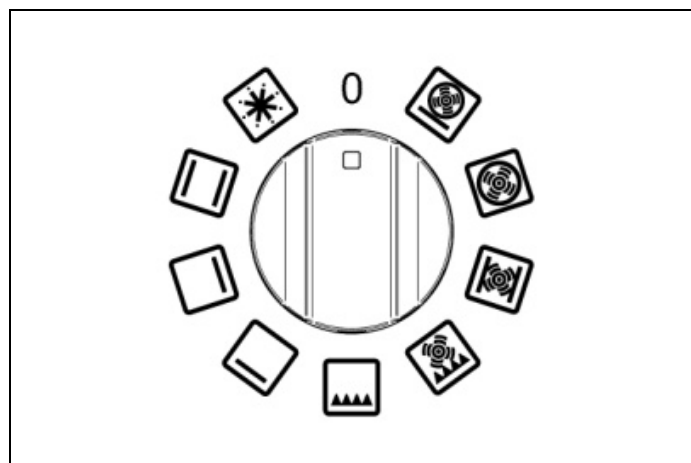
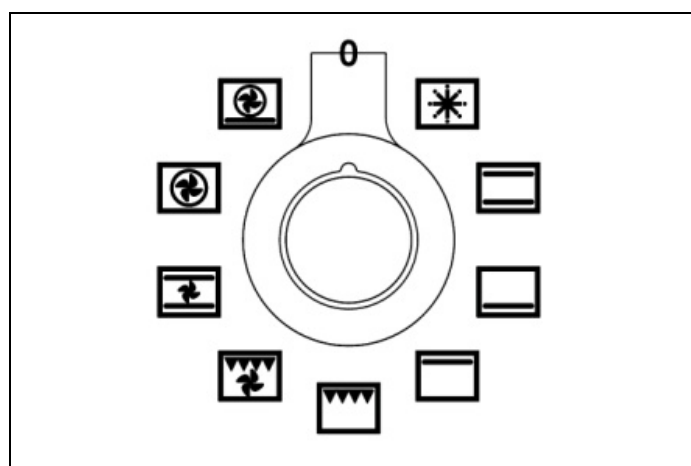
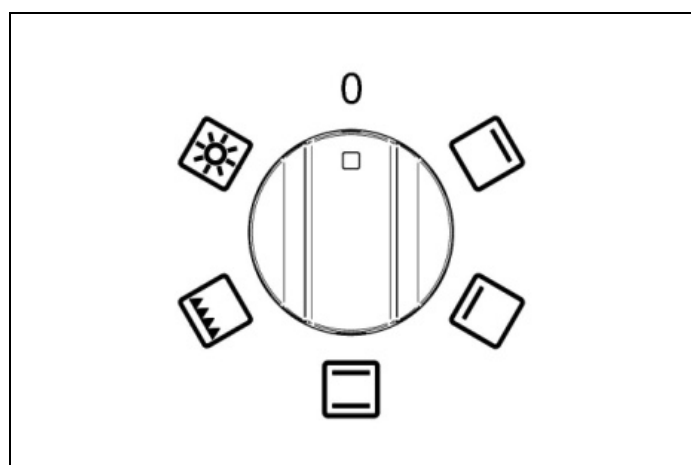
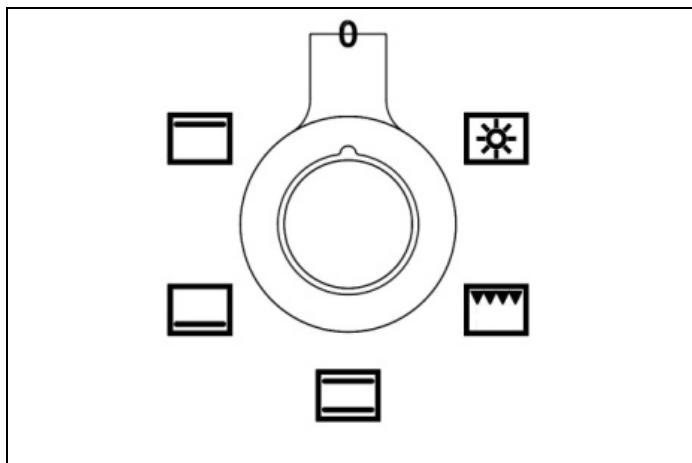

Fig. 21
Fig. 22
Fig. 23
Fig. 24
- 1) Tourner le bouton des fonctions (**Fig. 21 - Fig. 22 et Fig. 23 - Fig. 24**) dans le sens des aiguilles d'une montre pour sélectionner la fonction souhaitée.